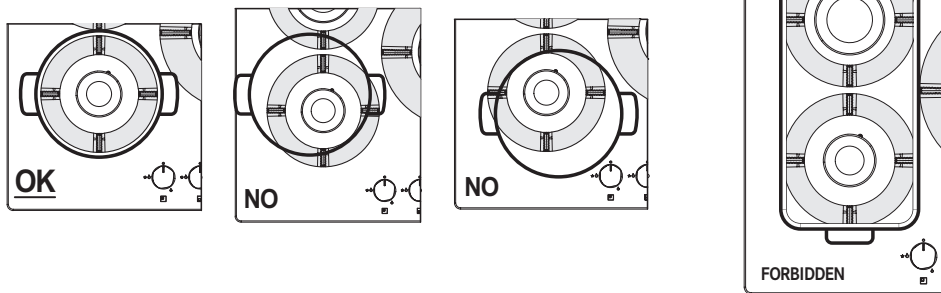

Abb.1
Die Verwendung größerer Töpfe als angegeben kann eine starke Überhitzung der Drehschalter und der Oberfläche bewirken und bei längerem Gebrauch ein Vergilben der Abdeckung (wenn aus Edelstahl) verursachen. Franke lehnt jede Haftung für Schäden infolge eines solchen Gebrauchs ab (Abb. 1). Stellen Sie eine Pfanne niemals gleichzeitig auf zwei Brenner (Abb. 1).
- ▷ Verwenden Sie niemals zwei Brenner gleichzeitig für dasselbe Kochgeschirr, z. B. eine Kasserolle oder eine Fischpfanne (Abb. 1).